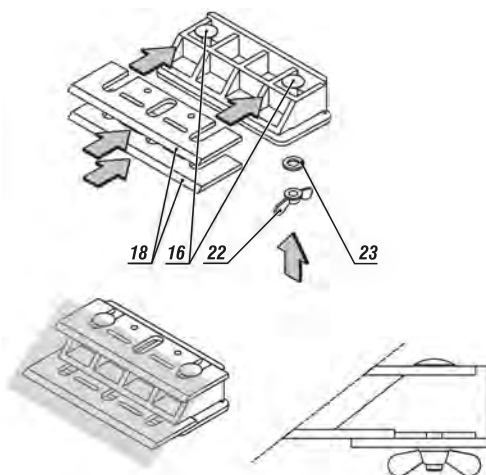

fig. 13 - detalhes para afiação das lâminas
Sempre afie as lâminas (18) ao mesmo tempo e utilize o dispositivo de afiação, fig. 13, pois este garantirá o mesmo ângulo de afiação para as duas lâminas. Para afiação das lâminas proceda da seguinte maneira:
2. No dispositivo de afiação solte as porcas borboletas (22), retire as arruelas de pressão (23) e os parafusos (16);
3. Coloque as lâminas no dispositivo conforme mostra a fig. 13. Deixe a parte traseira das lâminas encostadas no dispositivo.
4. Coloque os parafusos (16) as arruelas de pressão (23) e as porcas borboletas (22) fixando bem as lâminas, as pontas cortantes das lâminas devem estar no mesmo plano, consulte a fig. 13;